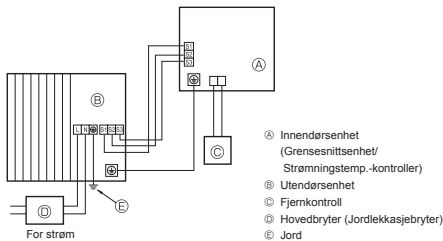
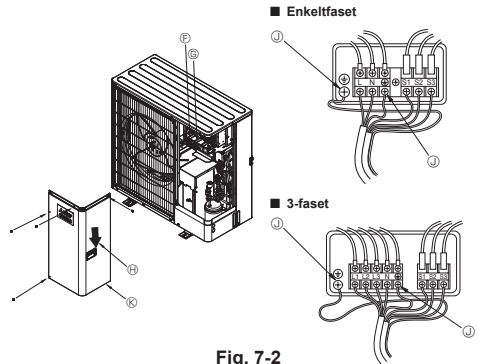

Fig. 7-1
Fig. 7-2
7.1. Utendørsenhet (Fig. 7-1, Fig. 7-2)
- Ⓑ Legg kablene ved å se på Fig. 7-1 og Fig. 7-2.